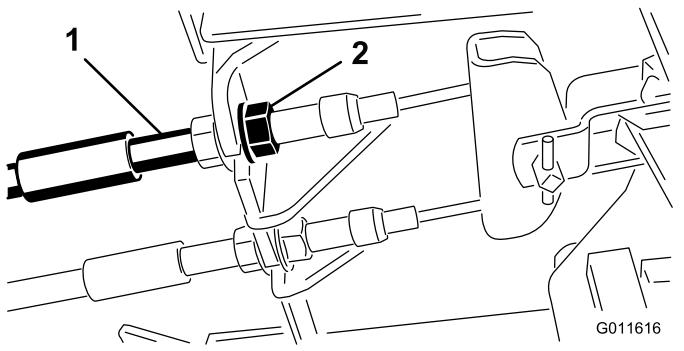

Figura 67
1. Per ridurre il gioco dei pedali del freno, stringete i freni allentando il dado anteriore sull'estremità filettata del cavo del freno (Figura 67).